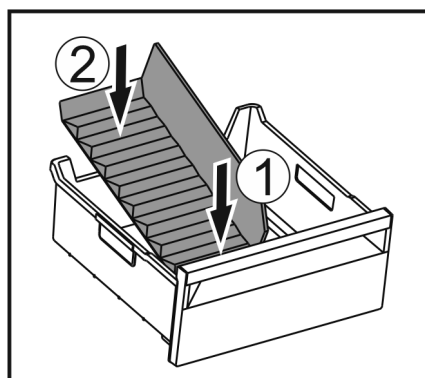

Fig. 176
► 装入冰格分隔器前部。 Fig. 176 (1)
► 将冰格分隔器后部放低至抽屉底板。 Fig. 176 (2)